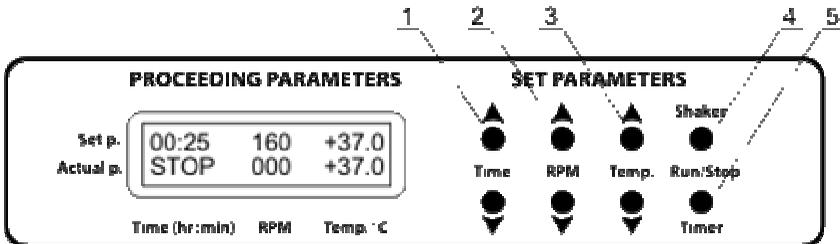

Fig.2 Pannello di controllo
- 4.3. **Impostazione del tempo (Time)**. Utilizzando i tasti **Time** [tempo] ▲ e ▼ (Fig. 2/1), impostare l'intervallo di tempo operativo desiderato in ore e minuti (incremento di 1 minuto). Per aumentare l'incremento, tenere premuto il tasto per più di 3 secondi.
- 4.4. **Impostazione della velocità (RPM)**. Utilizzando i tasti ▲ e ▼ **RPM** (Fig. 2/2), impostare la velocità di agitazione desiderata (incremento di 10 rpm). Per aumentare l'incremento, tenere premuto il tasto per più di 3 secondi.
- 4.5. **Impostazione della temperatura (Temp.°C)**. Utilizzando i tasti **Temp.** ▲ e ▼ (Fig. 2/3), impostare la temperatura desiderata (incremento di 0,1 °C). Per aumentare l'incremento, tenere premuto il tasto per più di 3 secondi.
- 4.7. Premere il tasto **Shaker-Run/Stop** [Agitatore-avvio/arresto] (Fig. 2/4). La piattaforma comincerà a ruotare e il timer comincerà a contare l'intervallo di tempo (precisione di 1 minuto).
Attenzione! Al termine del tempo impostato, il movimento della piattaforma si arresta automaticamente, ma il riscaldamento può essere interrotto SOLO manualmente riducendo la temperatura utilizzando il tasto ▼ **Temp.** (Fig. 2/3 - tasto in basso) finché nella linea superiore del display compare l'indicazione OFF.
- 4.10. Se necessario, è possibile reimpostare il timer durante l'operazione. Premere due volte il tasto **Timer-Run/Stop** [Timer-avvio/arresto] (Fig. 2/5) (la prima volta per spegnere il timer, la seconda per riavviarlo).